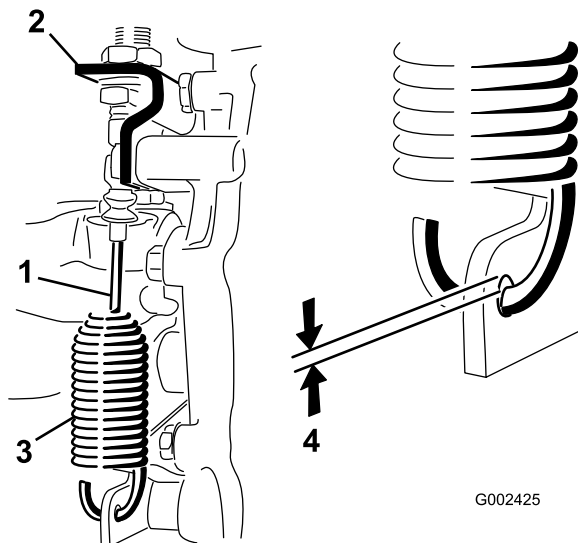

Figura 45
2. Alivie as porcas de segurança que fixam o cabo de bloqueio do diferencial ao suporte no conjunto eixo-transmissão (**Figura 45**).